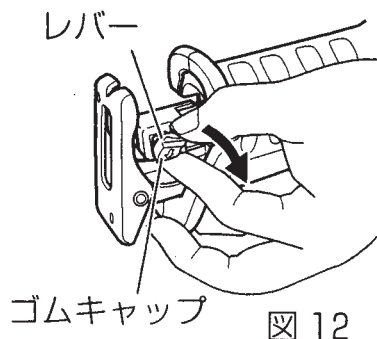

図 12
• のこ刃取付け部の清掃や注油をしないで使用すると、切粉や粉じんによりレバーの動きが重くなることがあります。このような場合は、レバーに付いているゴムキャップを図 12 の矢印方向に引っ張り、レバーからゴムキャップを取りはずしてください。そのあとに、エアーなどでブレードホルダ内部を清掃し注油をしてください。